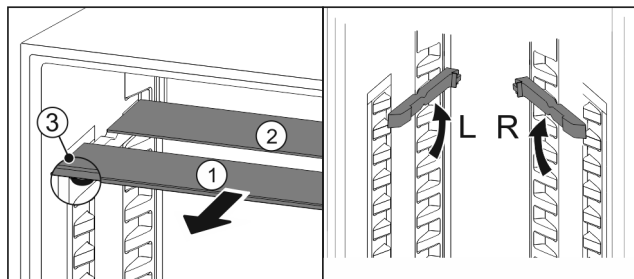

Fig. 57
- ▶ Steklene plošče posamično izvlecite Fig. 57 (1) naprej.
- ▷ Steklena plošča Fig. 57 (1) z okrasno letvijo je spredaj.
- ▷ Zaustavljalniki Fig. 57 (3) so obrnjeni navzdol.